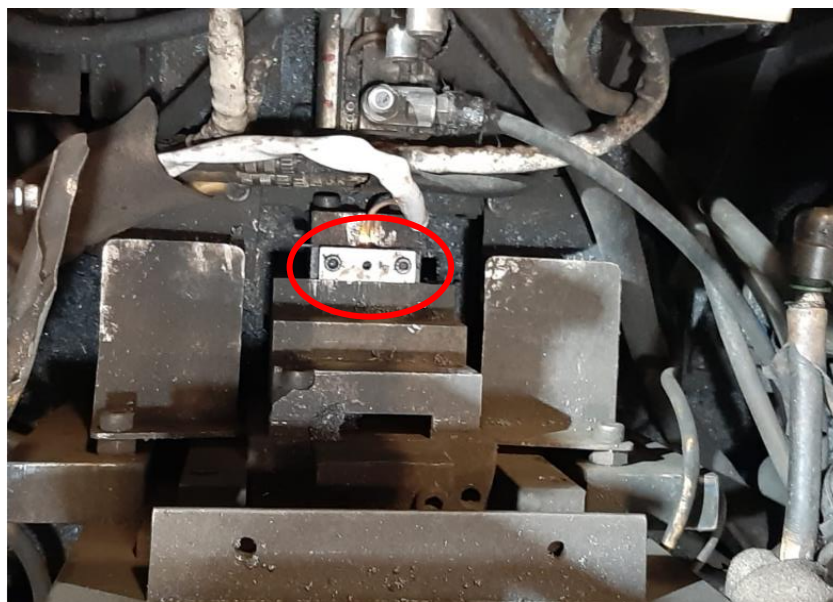

Ilustración 8. Sensor descalibrado
2. Calibrar el sensor para que tenga un rango menor y pueda detectar el cambio de modelo. En la ilustración 8 podemos ver el sensor que no estaba detectando los clamps.